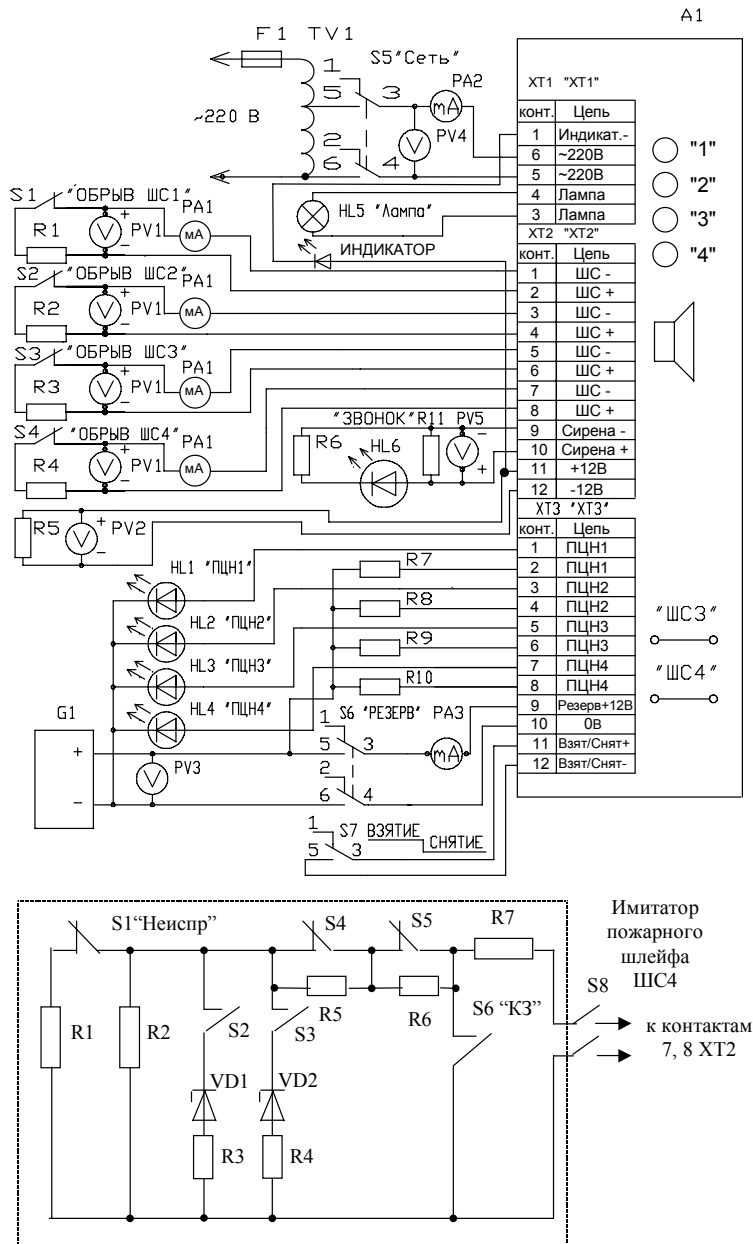

Рисунок 1
Подключить имитатор пожарного ШС к контактам 7,8 ХТ2 (см. рисунок1).
3.1.6 Контроль основных технических характеристик прибора проводить по схеме общей проверки (рисунок 1).